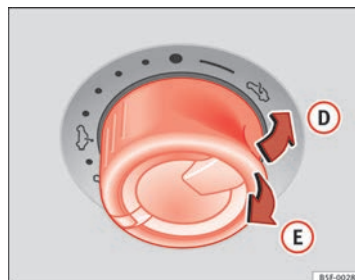

Fig. 63 En el revestimiento interior del techo: pulse el conmutador y tire de él para levantar y cerrar el techo.
⇒ fig. 63
- Durante los 5 segundos siguientes tras dispararse la función antiaprisionamiento, mantenga el mando tirado hacia atrás ⇒ fig. 63 (flecha (E)) hasta que el techo panorámico corredizo quede completamente cerrado.